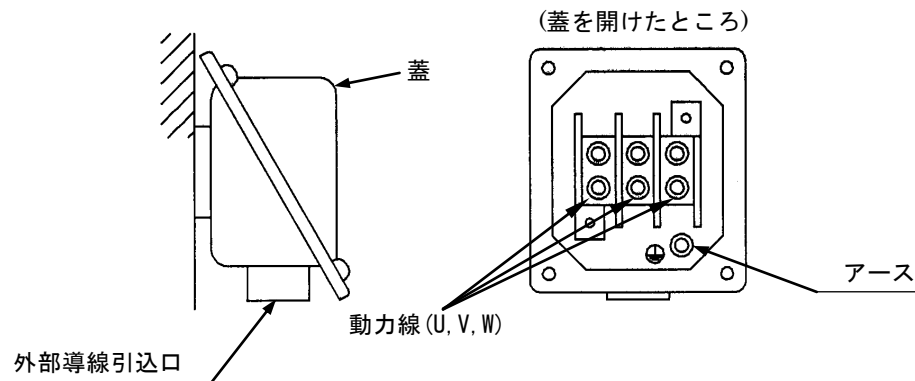

図6 端子箱内詳細図
(1) 電動機端子への配線は図6 端子箱内詳細図を参照し、外部導線の引込みを行ってください。